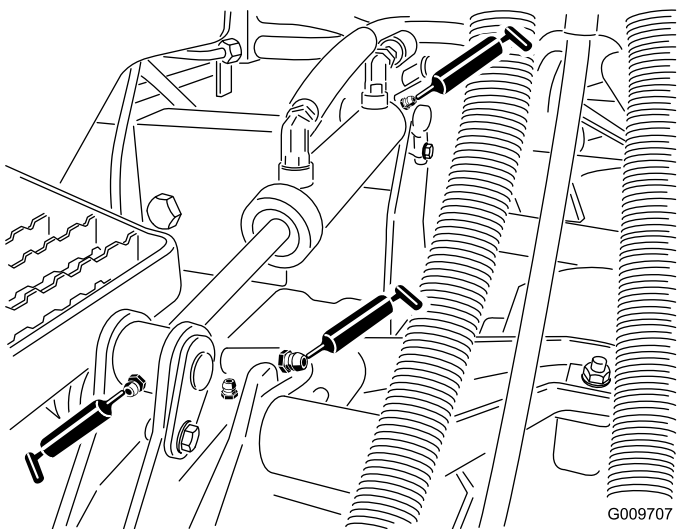

Figura 46
- Boccole (1 per piatto di taglio) del braccio di sollevamento (Figura 46).
- Boccole (2 per piatto di taglio) del cilindro di sollevamento (Figura 46).